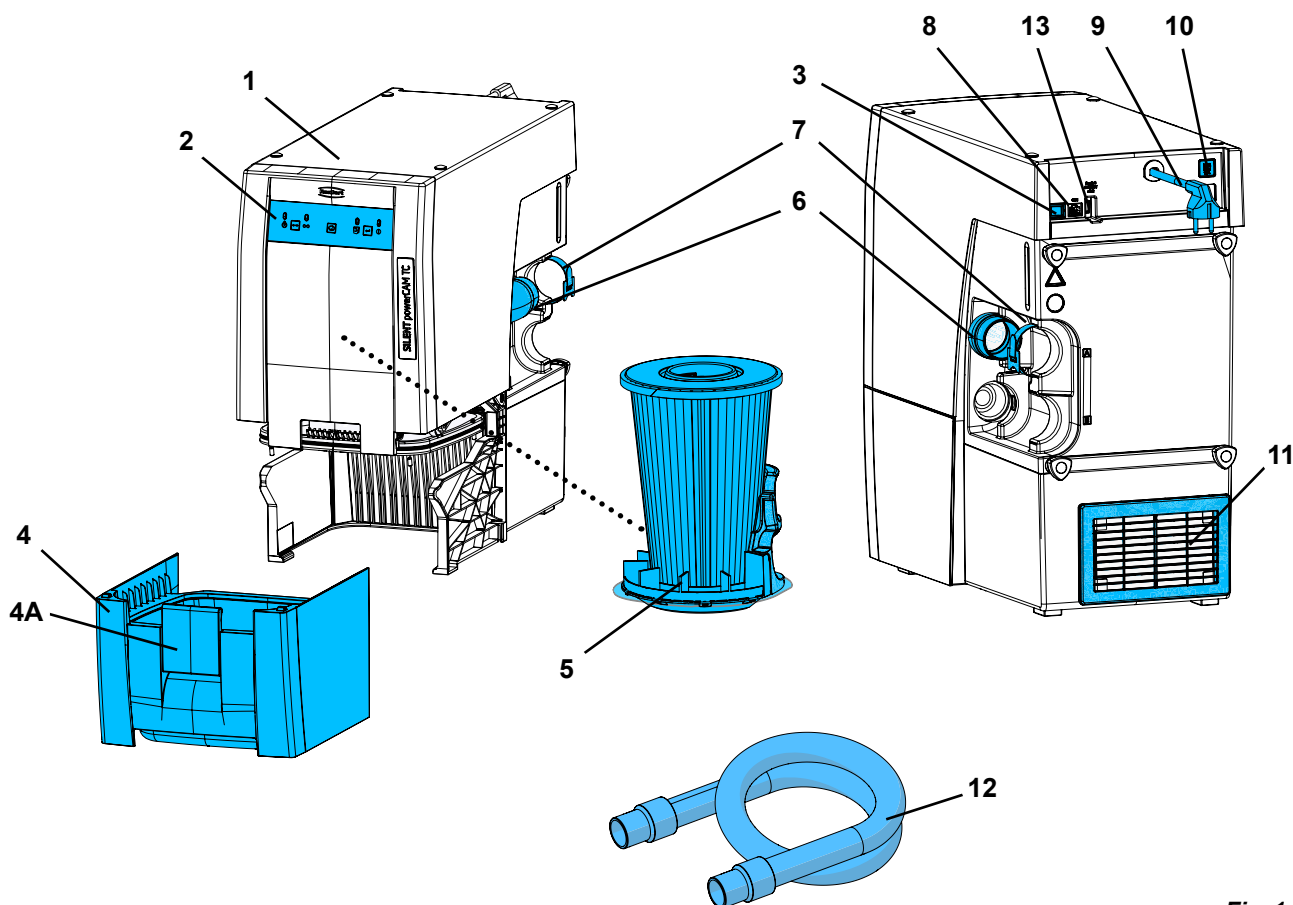

Fig. 1
- L'évacuation de l'air rejeté (11, fig. 1) ne soit pas entravée.
- Conduite externe d'évacuation d'air (A) (voir chap. 4.6).
- Ouverture d'au moins 250 x 120 mm dans le panneau arrière de l'armoire (B), directement en face de l'évacuation de l'air rejeté (11, fig. 1).
- Enlever le panneau arrière de l'armoire (C), espace entre le dos de l'armoire et le mur : min.50 mm.
⇒ Éteindre l'appareil en appuyant sur le commutateur marche/arrêt (3, fig. 1).
⇒ Dérouler le câble secteur (9, fig. 1) et brancher la fiche secteur dans la prise de courant du bâtiment.